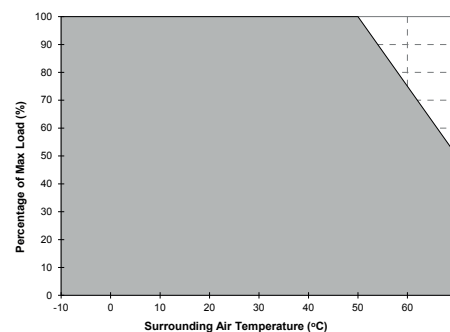

Fig. 4. Power Derating Curve
②	CN2 Output (27V)	JWT: A3963WV2-4P	JWT: A3963H02-4P	JWT: A3963T0P-2	22-18
③	CN3 Output (12V)	JWT: A2501WV2-2P	JWT: A2501H02-2P	JWT: A2501T1P-2	30-24
4. Power Derating Curve (Refer to Fig. 4)
②	CN2 出力 (27V)	JWT: A3963WV2-4P	JWT: A3963H02-4P	JWT: A3963T0P-2	22-18
③	CN3 出力 (12V)	JWT: A2501WV2-2P	JWT: A2501H02-2P	JWT: A2501T1P-2	30-24
4. ディレーティング (図 4 をご参照ください)